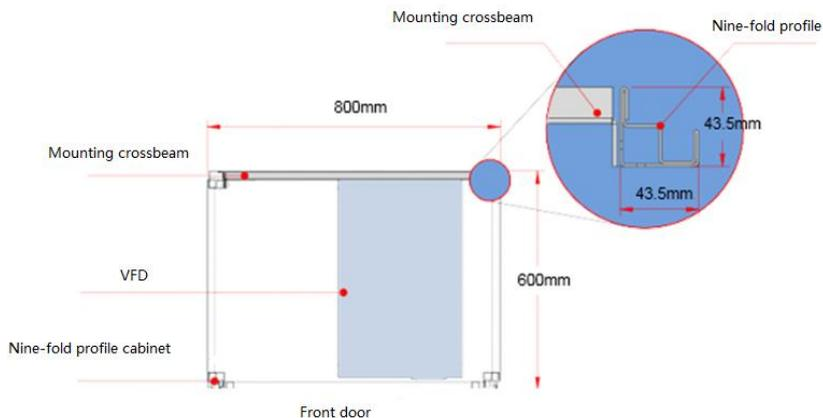

Рис. 4-9 Вид шкафа сверху для моделей GD270 280–500 кВт 45
1	Установите перекладину для крепления ПЧ в шкаф с девятикратным профилем (см. рис. 4-9). 45
- (1) Рекомендуется использовать шкаф с девятикратным профилем (PS cabinet). На рис. 4-9 показан увеличенный вид поперечного сечения девятикратного профиля. 45